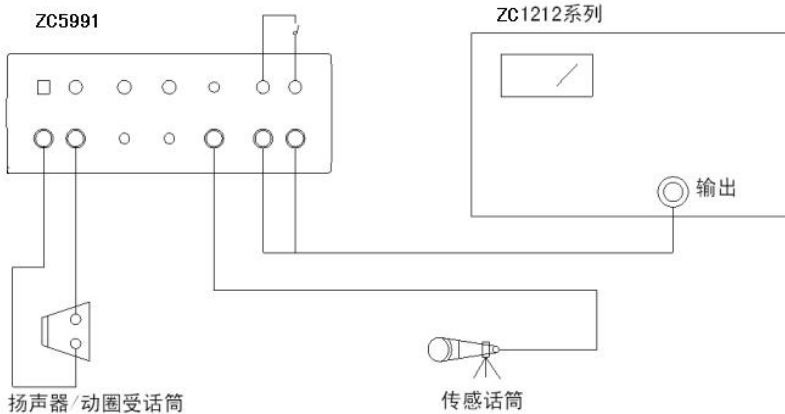

图1
频仪输出信号，用于试音；按下遥控器，方可立即进行极性判定。连线如图 1。
2.6 按图 1 要求连接好后，将被测扬声器移近传感话筒，此时发光二极管亮。